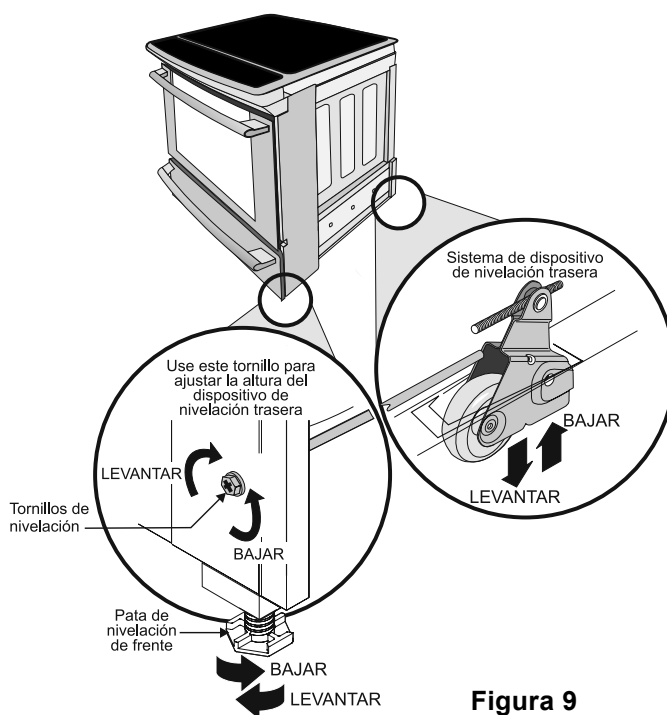

Figura 9
- Baje el aparato, las patas y las ruedas de nivelación aleatoriamente, hasta que la parte baja de la superficie de cocción repose sobre el mostrador (figura 9).